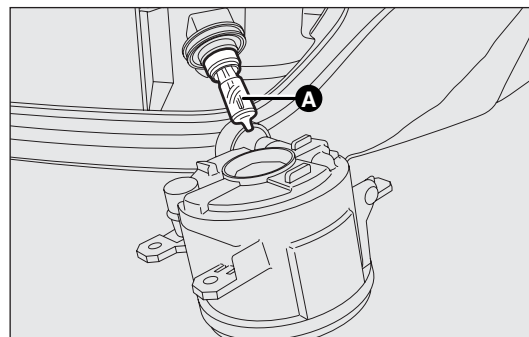

fig. I45
- ☐ estrarre la lampada A-fig.I45 ruotandola in senso antiorario e scollegare il connettore elettrico.